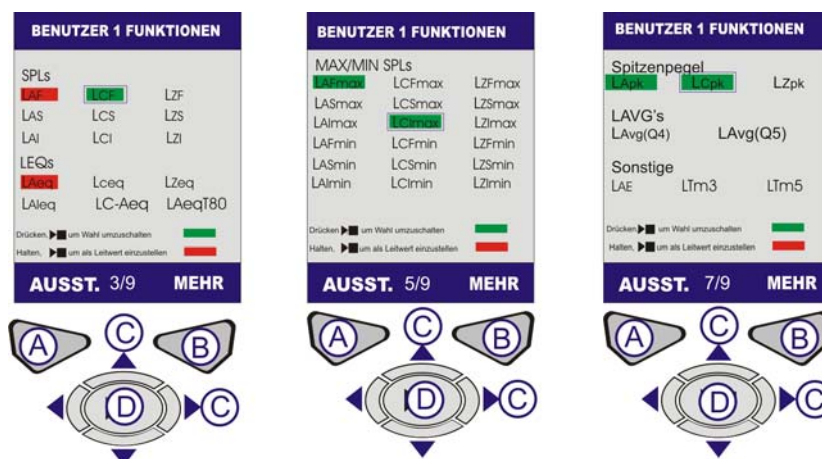

Abbildung 4 Einstellungsoptionen (Blatt 2)
B. EINSTELLUNGEN-ANZEIGE (siehe Abbildung 4)